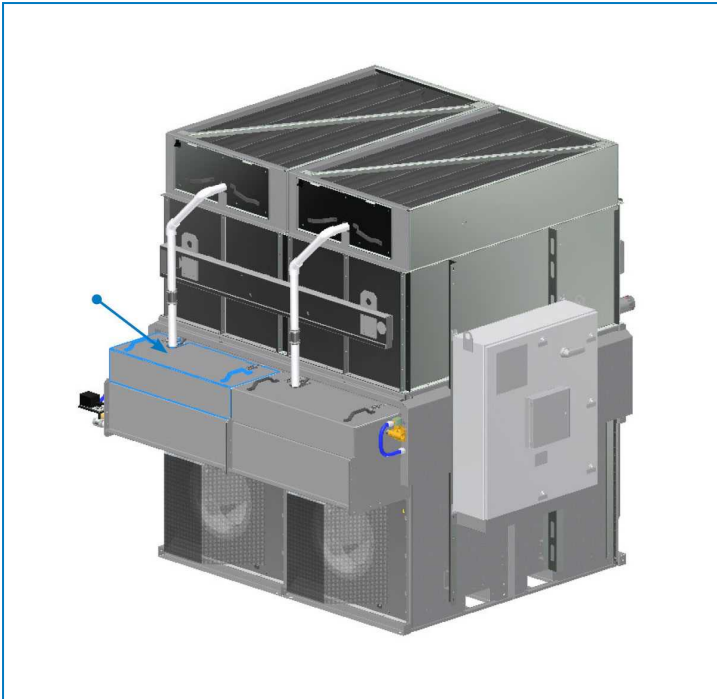

Abbildung 13 Ort der Pumpenverkabelung
3. Entfernen Sie die Beckenabdeckung und suchen dann das Pumpenkabel im Becken. Siehe Abbildung 13.